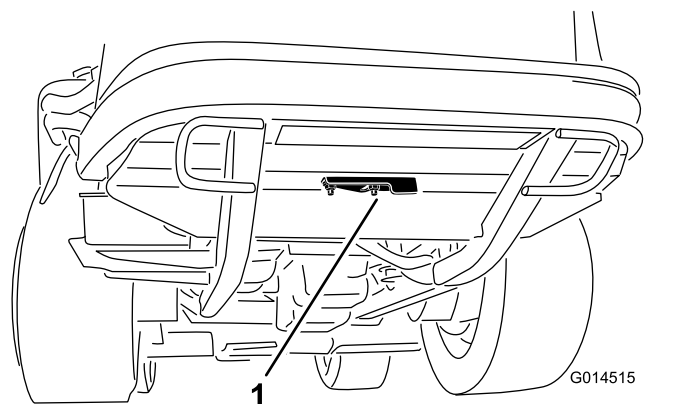

Рисунок 45
2. Ослабьте фланцевую гайку, которая крепит крышку отверстия для очистки к нижней стороне задней рамы (Рисунок 45). Поверните крышку, чтобы получить доступ к отверстию для очистки в раме.